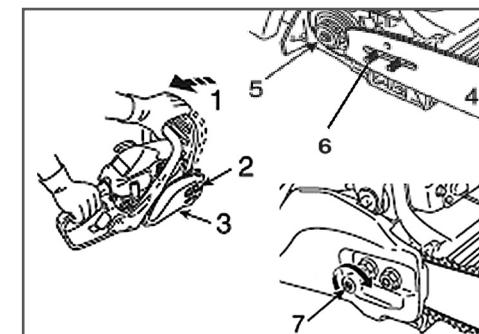

Рис. 2 Установка шины
- Вращающаяся винт натяжителя цепи 7 (Рис. 2) против часовой стрелки, установите палец натяжителя в крайнее левое положение. Установите на место крышку шины 3 (Рис. 2).
8. Отрегулируйте натяжение цепи (см. раздел «Регулировка натяжения цепи») вращая винт натяжителя цепи 7 (Рис. 2) по часовой стрелке.